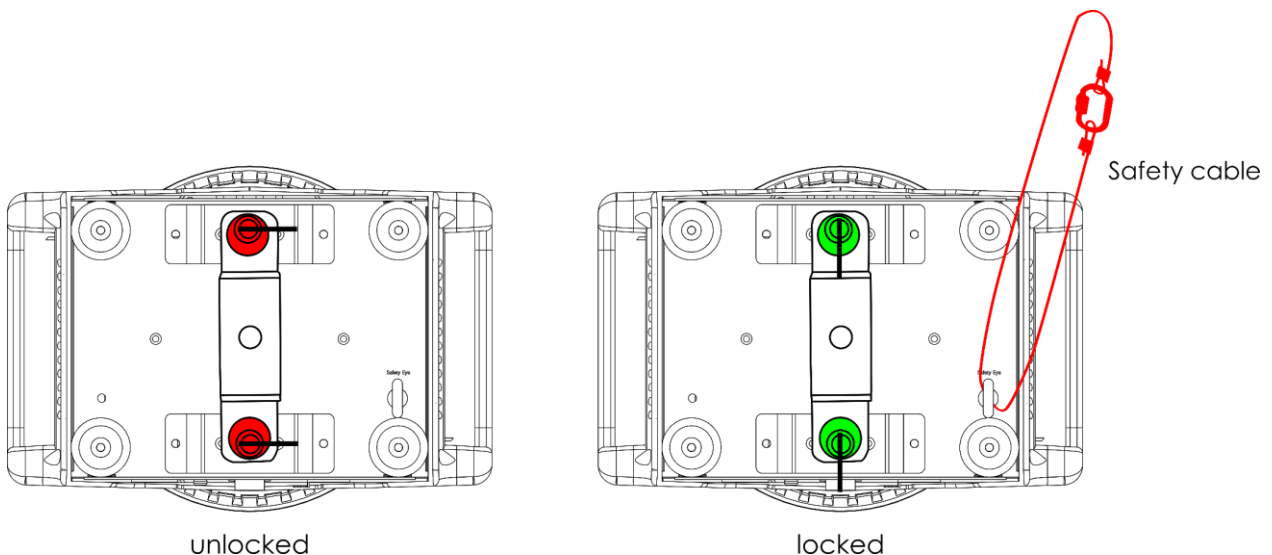

Abb. 10
- 02) Befestigen Sie die mit dem Gerät gelieferte Quick-Lock-Halterung an den **dafür vorgesehenen Befestigungslöchern (11)**, wie in Abb. 10 gezeigt.
- 04) Sichern Sie das Gerät mit einer Sekundäraufhängung, zum Beispiel einem Sicherungsseil. Achten Sie darauf, dass die Sekundäraufhängung das 10-fache Gewicht des Geräts tragen kann. Wenn möglich, sollte die Sekundäraufhängung an einer von der Primäraufhängung unabhängigen tragenden Struktur befestigt werden. Führen Sie das Sicherungsseil wie in Abb. 10 gezeigt durch die Sicherungsöse.